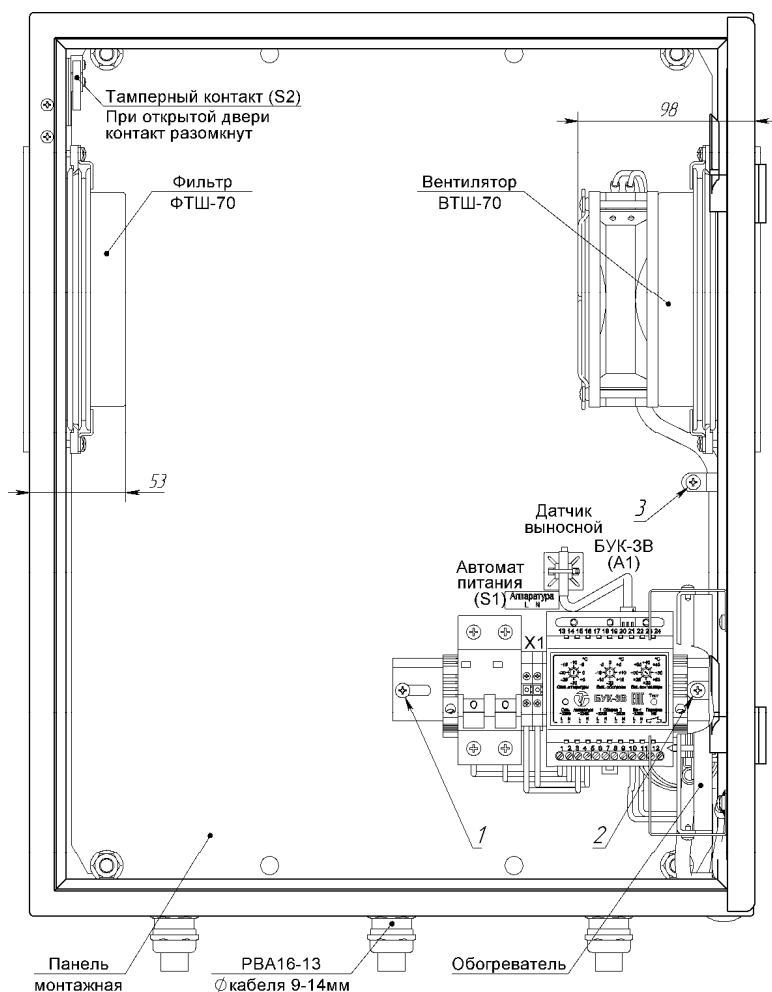

Рис.1. Устройство термощафа (дверь открыта на 90°)
Для установки в термощаф телевизионного (электронного) оборудования необходимо извлечь монтажную панель (рис.1) из термощафа, для чего необходимо:
3. Снять с монтажной платы DIN-рейку с установленными на ней автоматом питания S1, клеммами X1, блоком управления климатом БУК-3В (А1), выкрутив крепящие DIN-рейку саморезы 1 и 2 (рис.1).